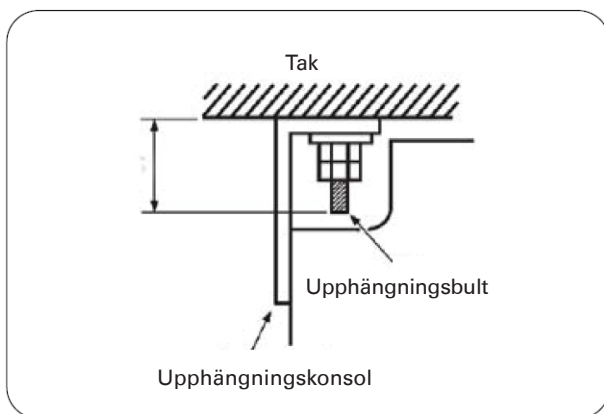

Fig. 4
- 3) Ställ in upphängningsbulten (Använd W3/8 eller M10 upphängningsbultar). Ställ in avståndet mellan aggregatet och takplattan innan (se Fig.4).